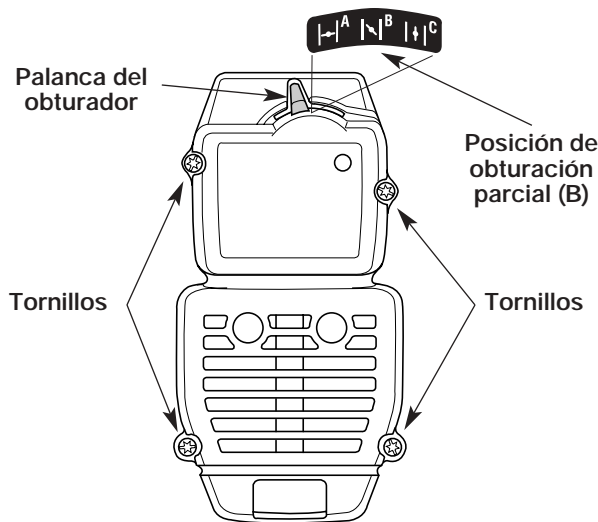

Fig. 20
1. Coloque la palanca del obturador en posición de obturación **PARCIAL (B)**.
NOTA: La palanca del obturador debe estar en posición de obturación **PARCIAL (B)** (Fig. 20) para sacar la cubierta del silenciador / filtro de aire.
2. Saque los cuatro (4) tornillos que sostienen la cubierta del silenciador / filtro de aire (Fig. 20). Use un destornillador de vástago plano o de broca Torx N° T20.
2. Inserte los cuatro (4) tornillos en los orificios de la cubierta del silenciador / filtro de aire (Fig. 20) y ajústelos. **No los ajuste demasiado.**